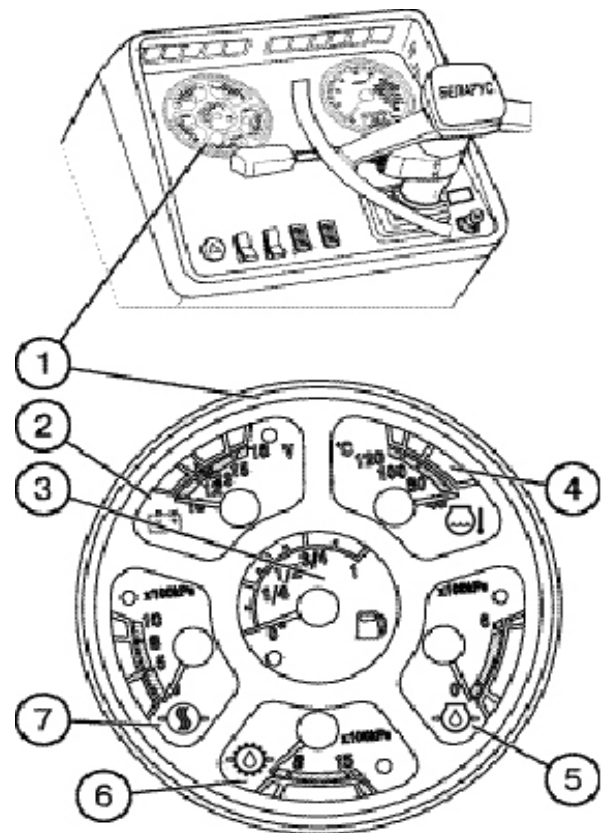

Fig. 7. Combination meter
1.14 Combination meter (fig. 7)